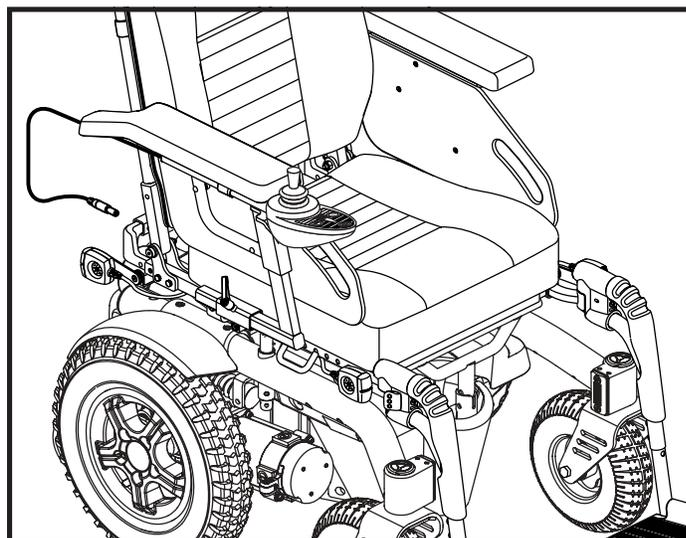

Figura 14. Percorso del cavo della centralina
6. Dirigere il cavo della centralina verso la parte posteriore della base di alimentazione, accertando che il cavo non rimanga incastrato nella cerniera del sedile. Vedere figura 14.